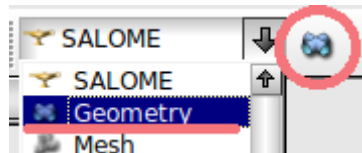

図 4 Geometry
①SALOME→Geometry を選択するか、図 4 の赤丸で示す部分を選択して[Geometry]モードに変更する。